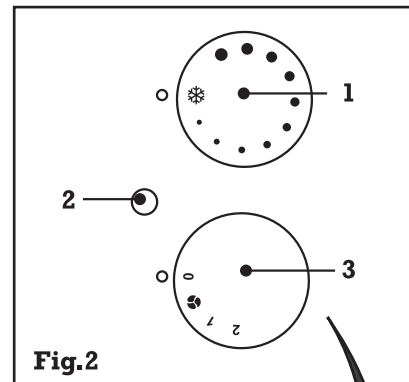

Fig.2
3. FUNCIONAMIENTO Y USO (Fig. 2)
3. PAINEL DE COMANDOS (Fig. 2)